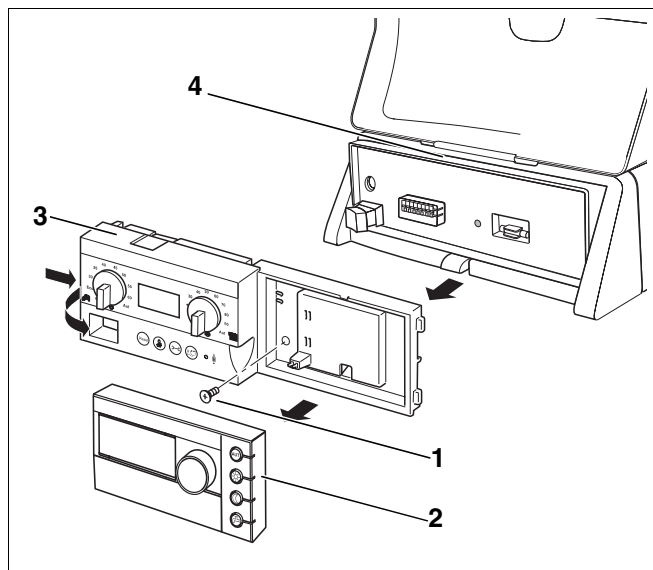

Abb. 5 RC30/BC10 demontieren
Für den Austausch der Sicherung müssen Sie den Basiscontroller BC10 (Abb. 5, **Pos. 3**) vom Regelgerät MC10 (Abb. 5, **Pos. 4**) demontieren. Gehen Sie wie nachfolgend beschrieben vor:
- Bedieneinheit RC30 (Abb. 5, **Pos. 2**) abnehmen und Sicherungsschraube (Abb. 5, **Pos. 1**, falls vorhanden) lösen.
- Entriegelungslasche am Basiscontroller BC10 drücken und Basiscontroller BC10 in Pfeilrichtung von der Grundplatte nehmen (Abb. 5).